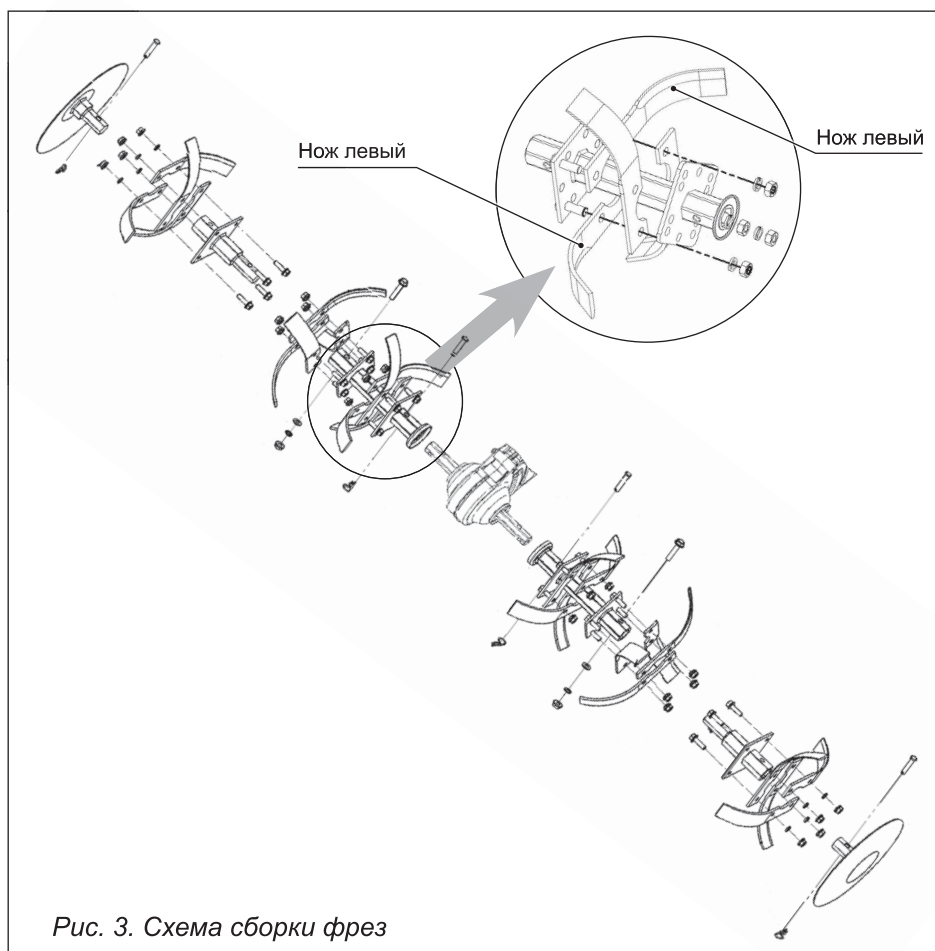

Рис. 3. Схема сборки фрез
6.1. Сборка фрез (рис. 3)
Последовательно установите на фланцы оси фрезы (рис. 3 «Схема сборки фрез») ножи (устанавливайте ножи таким образом, чтобы заточенные поверхности ножей, при работе, вращались вперед) и надежно закрепите их с помощью болтов, шайб и гаек.